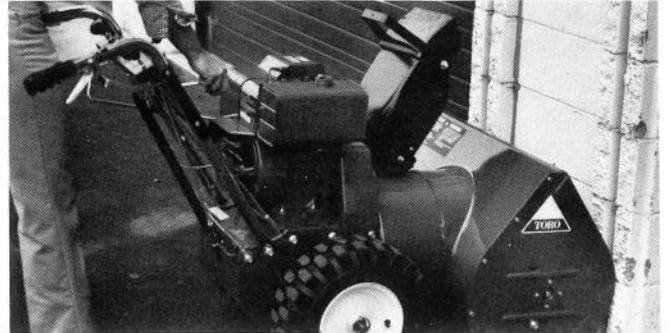

Figure 16
2. Mettez le moteur en marche, embrayez les roues et placez le levier à n'importe quelle vitesse avant. Faites avancer lentement la machine contre un objet solide (un mur ou un poteau) (Fig. 16).